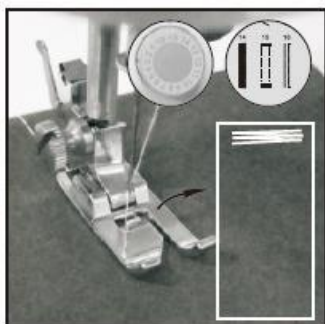

Рисунок 15
- 2) Включите выключатель и прошейте 5-6 стежков на низкой скорости, затем выключите переключатель (Рисунок 15).